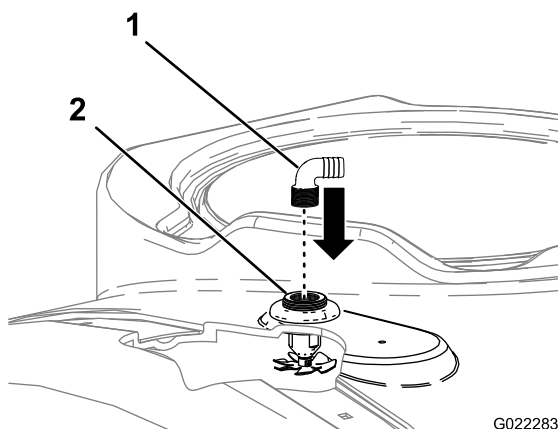

図 9
4. すすぎノズル・バルクヘッドの、ねじ切りされている開口部にすすぎノズル・ホースバーブ (2個) を取り付ける (図 9)。